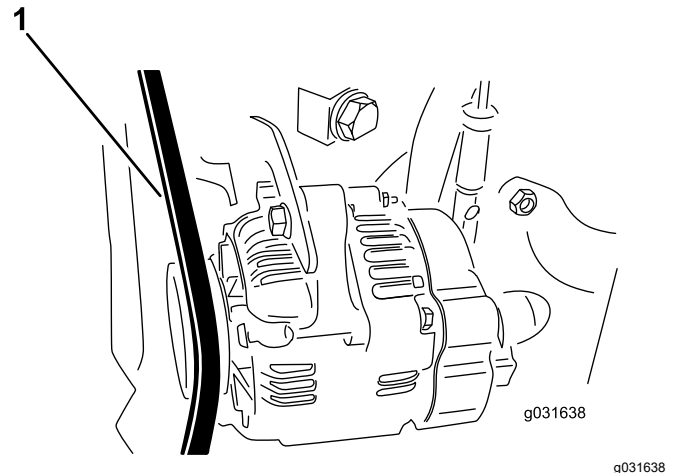

Bild 61
2. Prüfen Sie die Spannung, indem Sie den Riemen mit einer Kraft von 30 N·m in der Mitte zwischen der Lichtmaschine und den Kurbelwellenscheiben eindrücken (Bild 61).